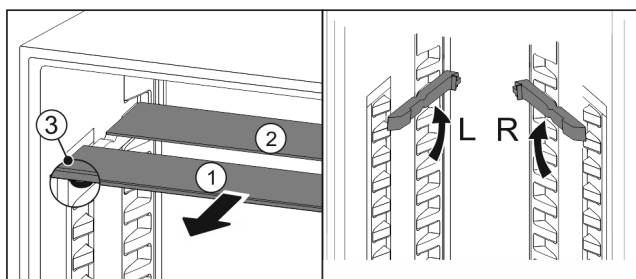

Fig. 17
- ▶ Skleněné desky jednotlivě vytáhněte dopředu Fig. 17 (1).
- ▷ Skleněná deska Fig. 17 (1) s ozdobnou lištou leží vpředu.
- ▷ Zarážky Fig. 17 (3) směřují dolů.